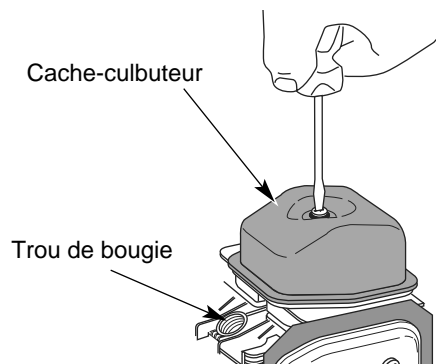

Fig. 65
7. Nettoyez toute saleté autour du cache-culbuteur. Retirez la vis retenant le cache-culbuteur à l'aide d'un tournevis à lame plate large ou à moche no. T-25 Torx (Fig. 65). Enlevez le cache-culbuteur et le joint.
- ✘ Le piston est au sommet de sa course lorsqu'on regarde par le trou de la bougie (Fig. 65)